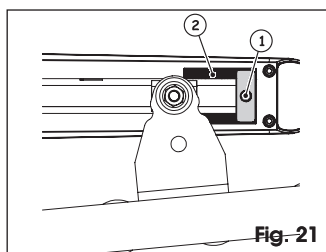

Fig. 21
3. Desserrer la vis de fixation, figure 21 réf. ①. Il n'est pas nécessaire d'extraire complètement la vis.
L'arrêt mécanique travaille accouplé à un secteur denté, figure 21, réf. ②. En cas d'obstacles durant l'actionnement, vérifier que l'accouplement soit libre. NE PAS REALISER DE PERÇAGES.